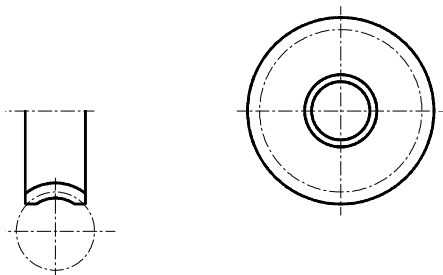

图 7-2-2
STEP 02 利用剪切命令 Trim 或断开命令 Break 等删除图中多余的图线，然后补画图中漏缺的直线，效果如图 7-2-2 所示，具体操作本例从略，读者可自行练习。